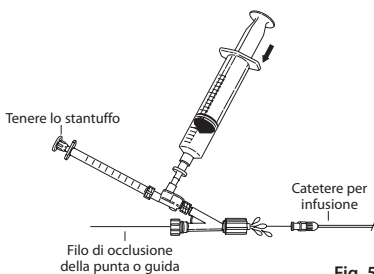

Fig. 5
7. Per collegare la valvola di non ritorno e l'adattatore Tuohy-Borst al catetere per infusione, allentare la valvola Tuohy-Borst e sfilare il gruppo sopra il filo di occlusione della punta. Prima di collegare il gruppo al catetere, tenere fermo lo stantuffo della siringa da 1 mL e premere la siringa da 20 mL, assicurandosi che tutta l'aria sia eliminata dal gruppo. Lasciare una goccia di soluzione sul raccordo Luer Lock dell'adattatore Tuohy-Borst prima del collegamento al catetere per infusione. **(Fig. 5)**